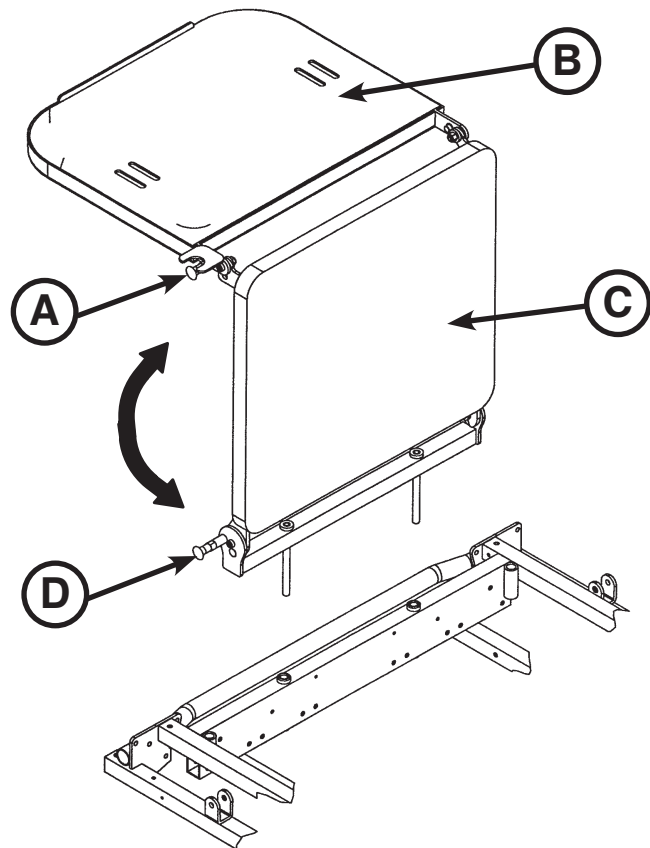

Figure 9.2 : Rallonge de lit/
Pour utiliser en tant que tablette porte-défibrillateur, tirer sur le bouton supérieur (A) et faire pivoter la tablette (B) au-dessus de la rallonge (C) jusqu'à l'horizontale, du côté pieds du brancard, comme illustré dans la Figure 9.2.
Pour utiliser l'option en tant que rallonge de lit, tirer sur le bouton (A) et faire pivoter la tablette vers le bas jusqu'à ce qu'elle soit verrouillée contre la rallonge (C). Tout en maintenant l'assemblage, tirer sur le bouton du bas (D) et abaisser la rallonge à l'horizontale, comme illustré dans la Figure 9.2.